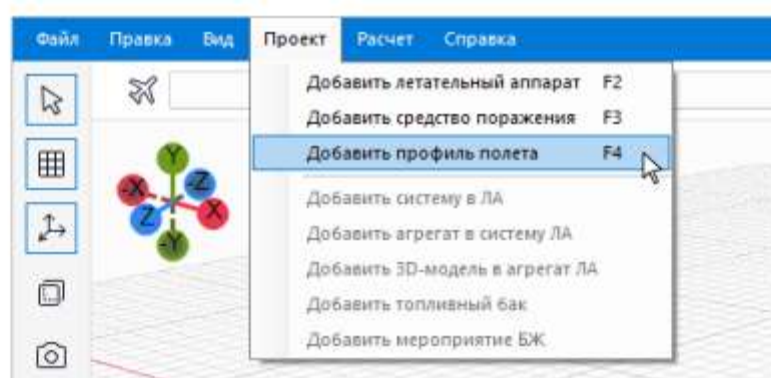

Рисунок 6.2.2
- выполнив команду **Проект** → **Добавить профиль полета** (см. Рис. 6.2.2);